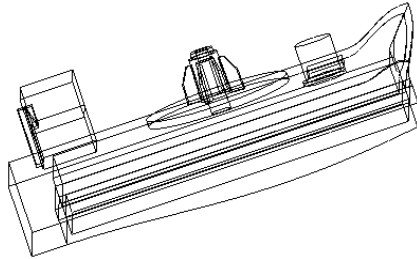

图 1-77 框架图
- ☑ 【框架图】：模型零件的所有边线可见，如图 1-77 所示。